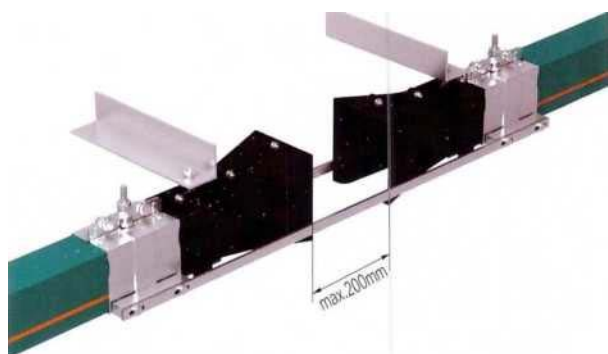

Рис. 1
- ① Для длины троллейной линии более 150 м. Макс. размер между двумя фиксированными точками с телескопической секцией, размещенной в центре, составляет 70 м (см. рис.1)